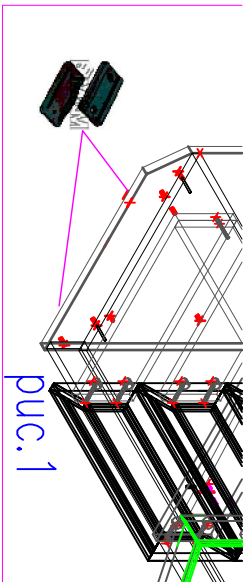

рис.1
1. На торцы деталей 1, 2 согласно схемы сборки установить подпятники Ф №1 (рис. 1)